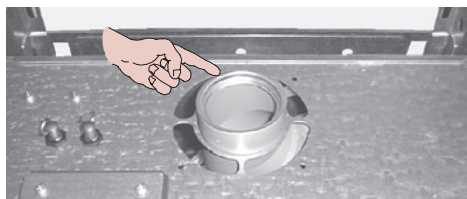

Figura 5.7
**Il diaframma va posizionato come in Figura 5.7.**
Il diaframma deve essere inserito o rimosso seguendo le indicazioni fornite in questo capitolo. Il diaframma va posizionato come in Figura 5.7.